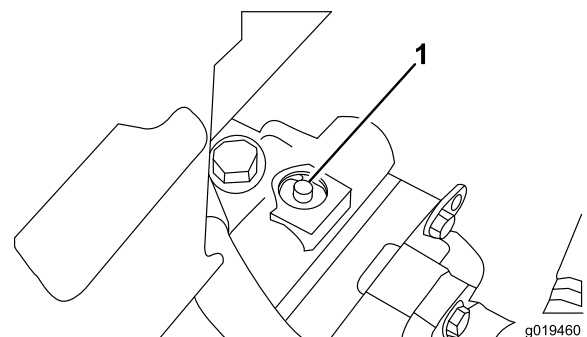

Figura 40
1. La valvola di bypass si trova sopra la pompa a portata variabile (Figura 40). Girate la valvola di 90° in qualsiasi direzione per aprirla e consentire all'olio di bypassare internamente. Dal momento che il fluido viene bypassato, potete spostare lentamente la macchina senza danneggiare la trasmissione.